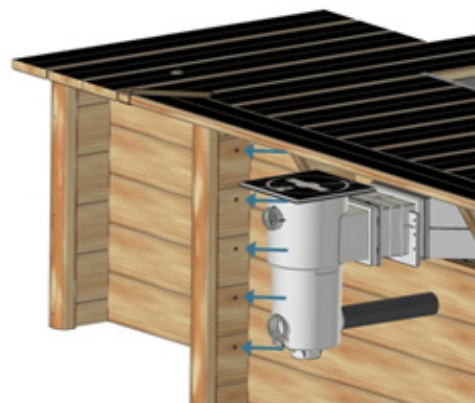

Figura 63 – Fijación del cofre sobre el vaso
- en el grosor de las láminas del cofre, a través de las láminas del vaso (ver la Figura 63) utilizando 5 tornillos de cabeza avellanada 5 x 80 torx roscados 50 mm (d). Evite colocar los tornillos demasiado cerca del borde de la lámina del cofre para no agrietar la madera.